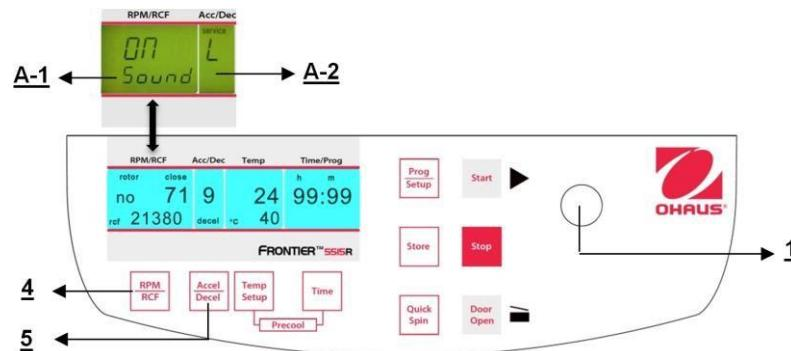

Figura 36
Proceda como se describe en el punto 4.1.1 para ingresar en este modo de programa y luego presione el botón "Accel/Decel" (5). En la pantalla "Acc/Dec" (A-2) destella la palabra "Service". Ahora seleccione la letra "U" con la perilla de ajuste (1). Como resultado, en la pantalla "RPM | RCF" (A-1) aparecen las palabras "Vol=0-9/Sound". Después de presionar el botón "RPM | RCF" (4), puede ajustar el volumen deseado entre 0 (bajo) y 9 (alto) con la perilla de ajuste (1) (vea la Figura 36).